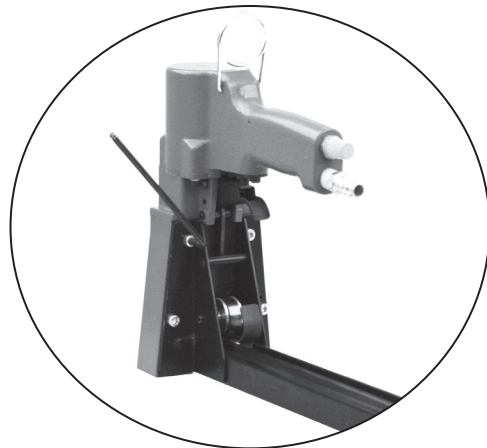

Fig. 9
- Vire Schrauben am hinteren Gehäuse (Fig. 9) lösen.